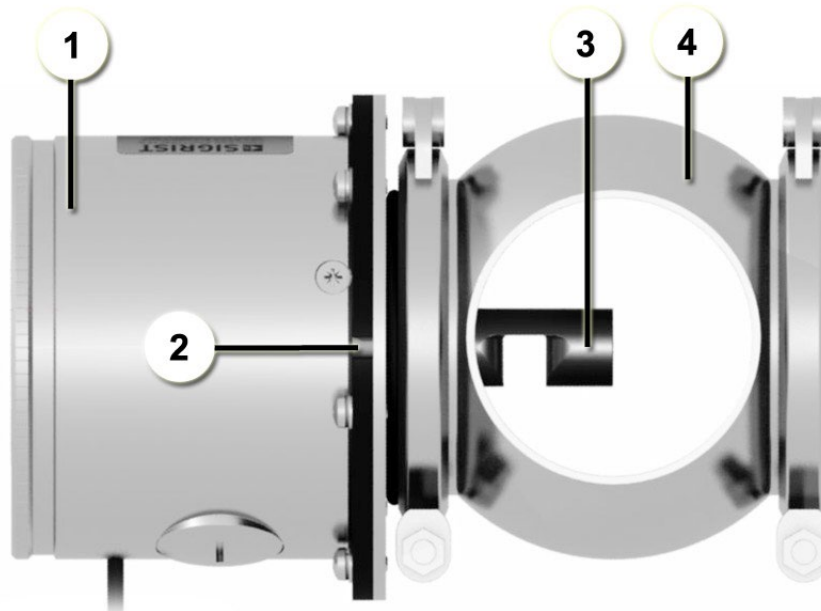

Abbildung 3: Lage des Sensors bei horizontalem Einbau
- Bei vertikaler Einbaulage muss der Zentrierstift (2, Abbildung 3) nach oben zeigen (X, Abbildung 4).
- Bei horizontaler Einbaulage muss der Zentrierstift (2, Abbildung 3) nach rechts zeigen (Y, Abbildung 4).